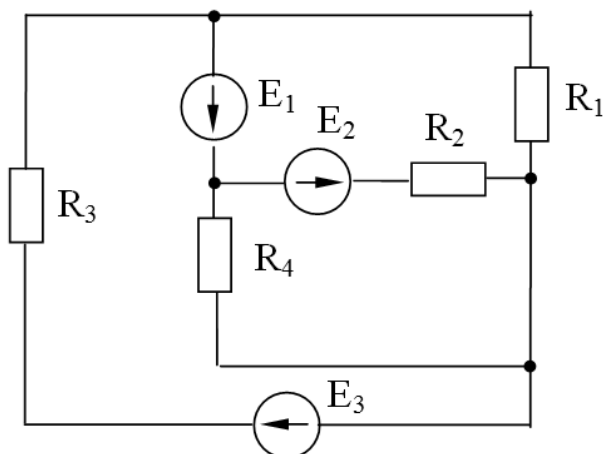

Рисунок 9 – Электрическая цепь задачи 1 для самостоятельного решения
**Задача 1.** Для разветвленной электрической цепи (рисунок 9), пользуясь законами Кирхгофа и методом контурных токов, определить токи во всех ветвях.